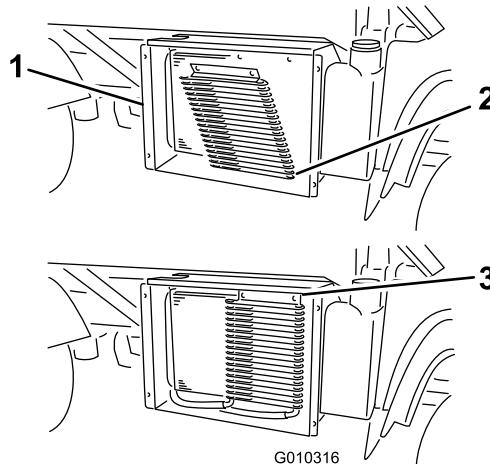

Bild 13
1. Setzen Sie die Befestigungsnasen des Kühlers in die Schlitze unter dem Kühler ein (Bild 13).
2. Drehen Sie den Kühler nach oben und befestigen Sie die Oberseite des Kühlers mit den Vierteldrehung-Befestigungen am Kühler (Bild 13).